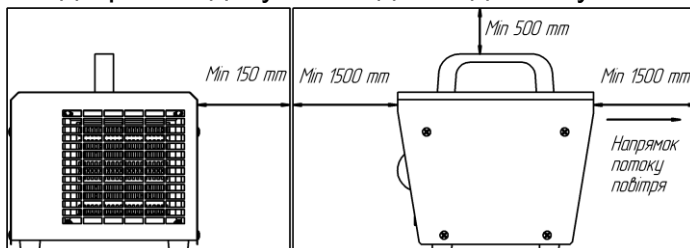

Рисунок 1 Відстані до оточуючих поверхонь.
- Не дотримані допустимі відстані до оточуючих агрегат поверхонь (рисунок 1).